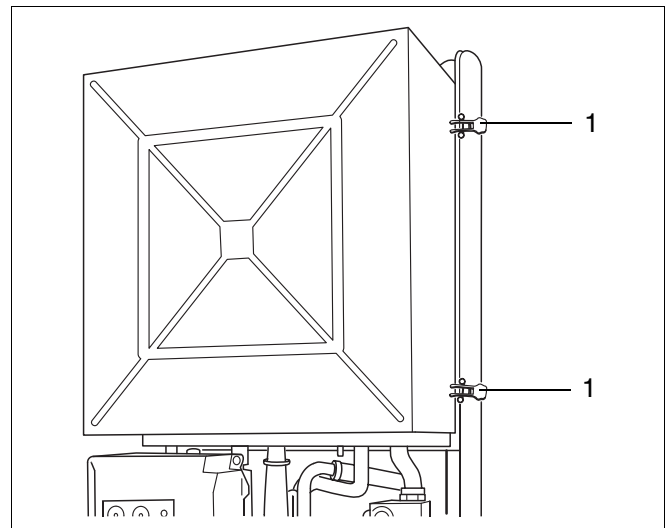

Abb. 20 Brennerabdeckung abnehmen
- Schnellverschlüsse (Abb. 20, Pos. 1) öffnen und Brennerabdeckung abnehmen.